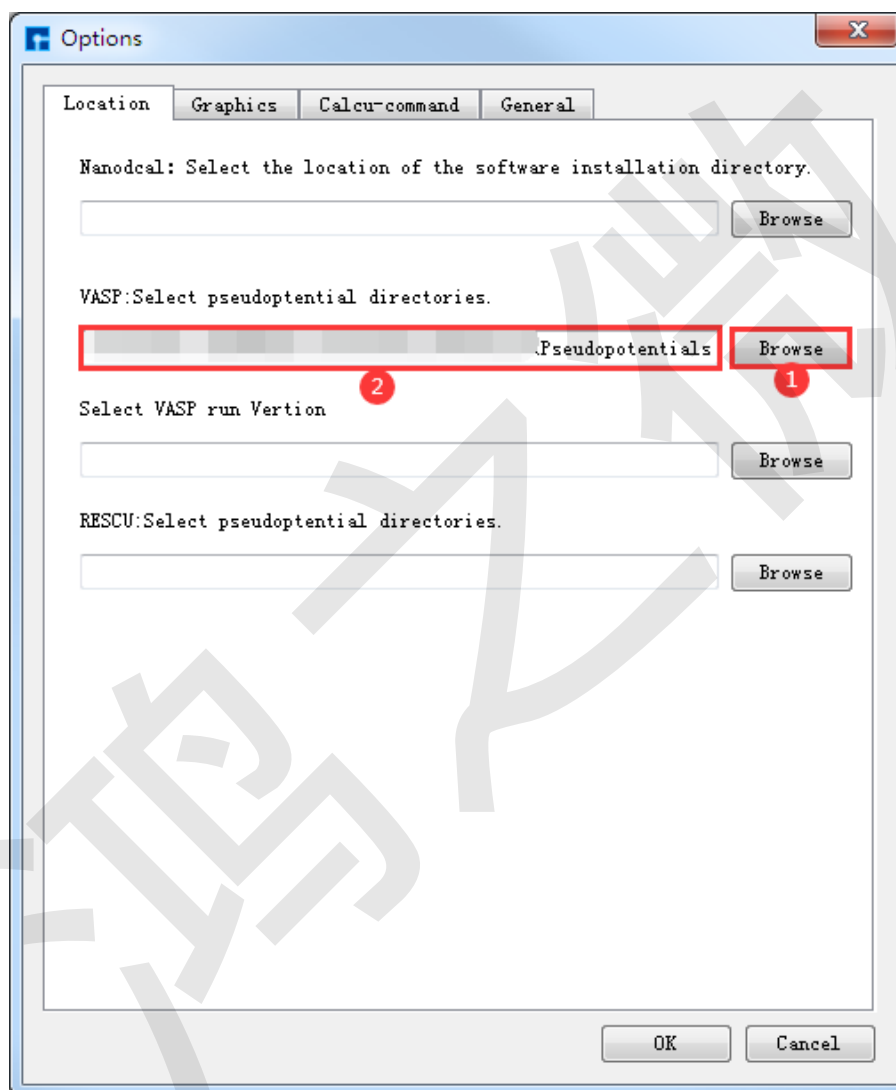

图 10.80: Device Studio 的 Options 界面
VASP 计算需要用到 VASP 的赝势文件，故在生成输入文件之前，可先在 Device Studio 中设置 VASP 赝势文件的调用路径。在 Device Studio 的图形界面中点击 *File* → *Options*，则弹出 Options 界面如图 10.80 所示，在 Options 界面 ① 处点击 *Browse* 按钮，则弹出 Open Directory 界面，用户可根据界面指示找到 VASP 的赝势文件并导入，导入 VASP 赝势文件后，则 Options 界面中的 ② 处显示 VASP 赝势文件的调用路径。